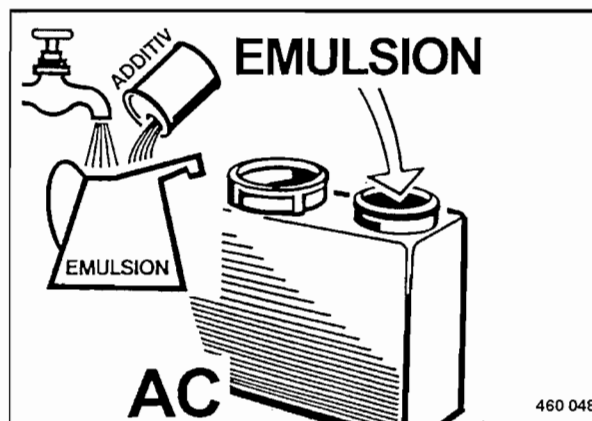

Fig. 81
- Comprobar la reserva de emulsión en el depósito de emulsión en la parte trasera de la máquina. Completarlo si fuese necesario (Fig. 81).